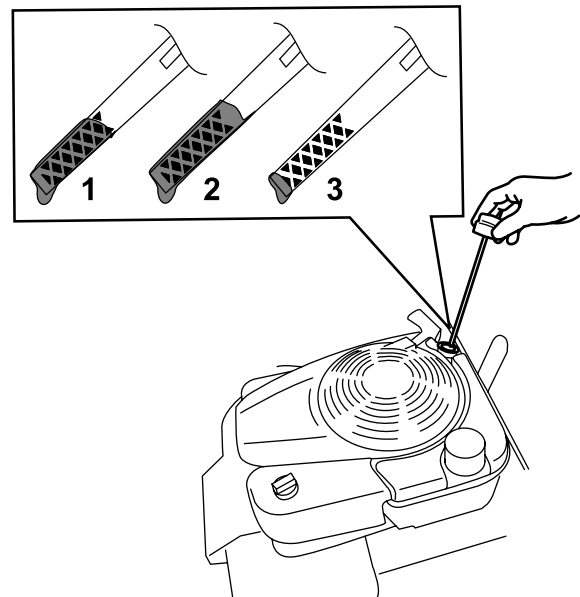

Bild 19
- Entfernen Sie den Peilstab, indem Sie den Deckel nach links drehen und herausziehen (Bild 19).
10. Lesen Sie den Ölstand am Peilstab ab (Bild 19).